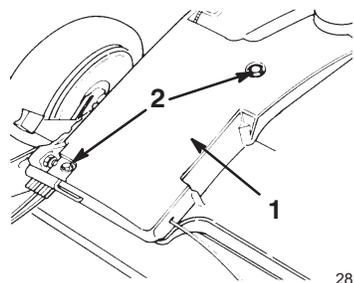

Figure 21
4. Déposez le couvercle de courroie (Fig. 21).